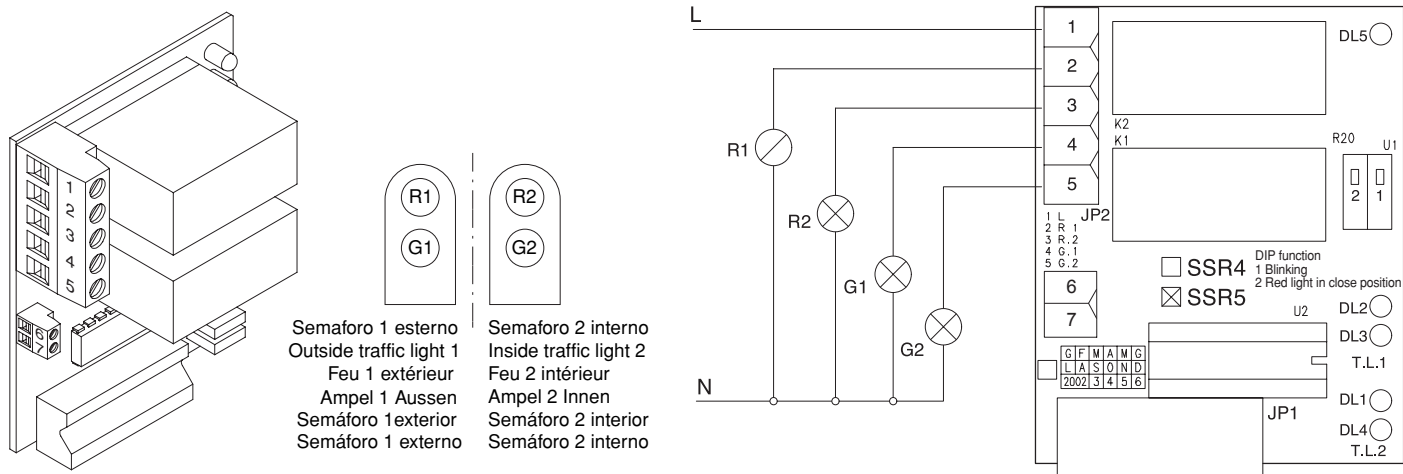

Fig. 5
14) CONEXÃO SÉRIE (Fig.5)
Seguindo o esquema de Fig. 5, executar a conexão de todos os quadros de comando **RIGEL 5**, utilizando exclusivamente um par de tipo trançado.